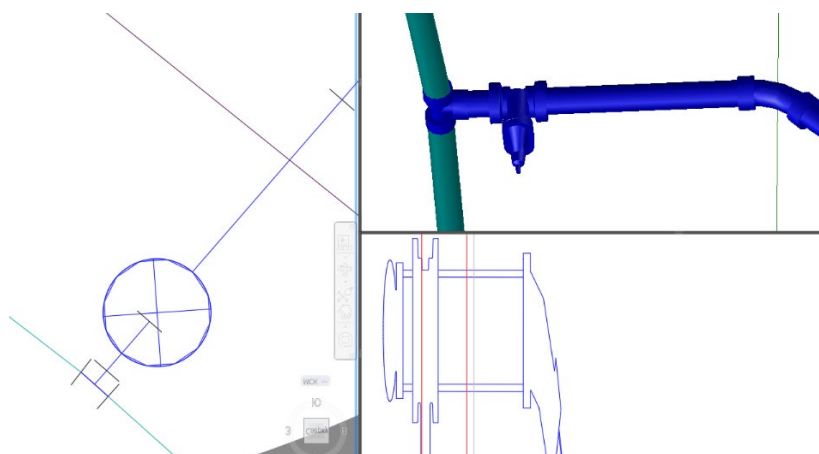

Рис. 2.12. Соединение проектируемой линии водопровода с существующей водопроводной магистралью, показанное на плане, на профиле и в трехмерном представлении
52. Щелкните по трубе на правом крае того же разрыва, чтобы появились ручки. Щелкните по ручке в виде направленного вверх треугольника и перетащите ее к новому вентилю. Когда появится глиф правильного соединения, щелкните по нему. В нижнем правом окне внимательно рассмотрите созданные фитинг-тройник и вентиль (рис. 2.12).